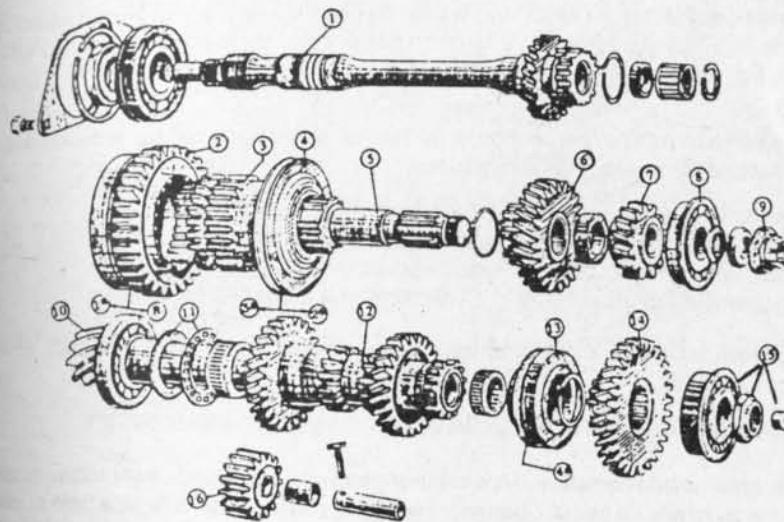

Fig. 5-6.— Elementos de caja de cambios Citroën 3CV, Ami-8 y Visa.
4. Caja de cambios.— El eje de mando (1) (Fig. 5-6) recibe rotación del motor, por medio del embrague. Llega a la caja de cambios, apoyado en sus cojinetes y retenes, donde queda en línea con el eje primario (5). Este eje se apoya al de mando por medio del cojinete de polines, y a la caja por el rodamiento (8). Sobre él se montan los engranajes de 1^a y de retroceso, sincronizador de 3^a y 2^a, y el engranaje reductor de velocidad al eje del piñón de ataque.